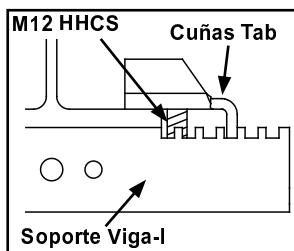

Figura 3-24A
- Paso 5. Deslice cuñas hacia el alma de la Viga hasta que dos (2) M12 x 100 mm HHCS toquen los lados del Patín Vea Figura 3-24A.